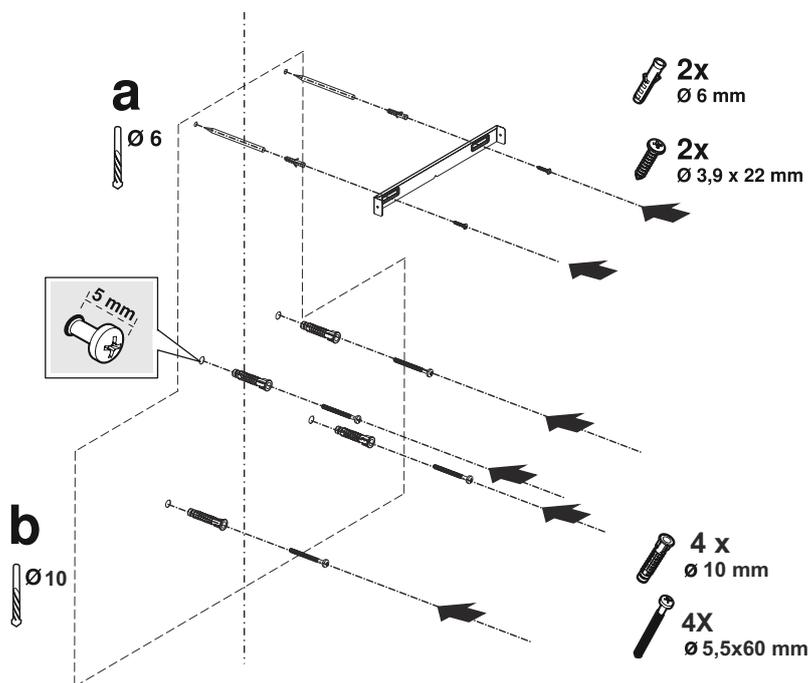

Fig. 14
Forare i punti contrassegnati con una punta da Ø 6 mm e inserire 2 tasselli di plastica da Ø 6 mm nei fori praticati (Fig. 14/a).
Fissare la piastra di collegamento alla parete con viti 3,9x22 (Fig. 14/a).
3. ➤ Per praticare i fori di sospensione della canna fumaria, posizionare la dima di montaggio sulla superficie su cui verrà montato l'apparecchio e segnare i fori di montaggio (Fig. 14/b).
4. ➤ Praticare i fori di sospensione con una punta da Ø10 mm e posizionare i tasselli (Fig. 14/b).
Vite di sospensione a 2 pezzi 5,5x60 con uno spazio di 5 mm tra la testa della vite e la parete (Fig. 14/b).